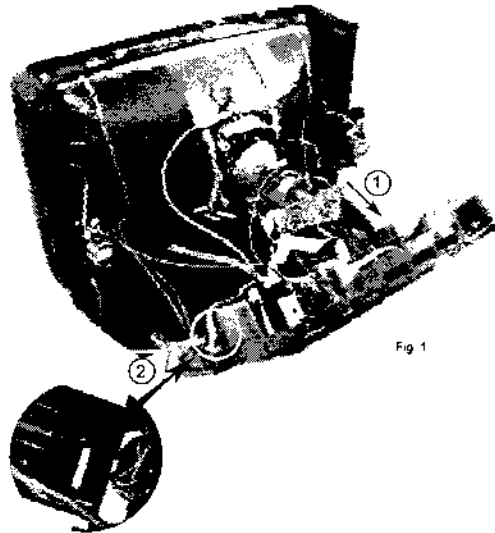

Fig. 1
- 1- Raise lightly the chassis, pull it (1) up to an intermediate position to get free.
- 2- Tip the chassis and insert the small tongue (2) in extremity of the maintain rail to fix the chassis in service position (Fig.1).
- 1- Soulever légèrement le châssis et le tirer (1) jusqu'à une position intermédiaire pour le dégager.
- 2- Basculer le châssis et engager les languettes (2) en extrémité des réglettes de maintien pour fixer le châssis en position de service (Fig. 1).
- 2- Kippen Sie das Chassis und hängen es mit den Laschen (2) am Chassisrahmen in die sich am Ende der Führungsschienen befindlichen Osen (Fig.1) ein.
- 1- Sollevare leggermente il telaio e tirarlo (1) fino ad una posizione intermedia per poterlo estrarre.
- 2- Inclinare e inserire la linguetta (2) nelle anghette guide per mantenerlo a telaio fisso nella posizione service (Fig.1).
- 1- Alzar ligeramente el chasis, y dejarlo en una posición intermedia (1).
- 2- Bascular el chasis e insertar las lengüetas (2) en los extremos, para mantener el chasis fijo en la posición de servicio (Fig. 1).